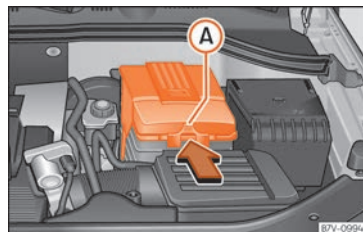

Fig. 298 Nel vano motore: rimuovere la copertura della batteria del veicolo.
- *Nel caso di una copertura:* premere la linguetta » fig. 298 Ⓐ nel verso indicato dalla freccia e tirare verso l'alto la copertura.